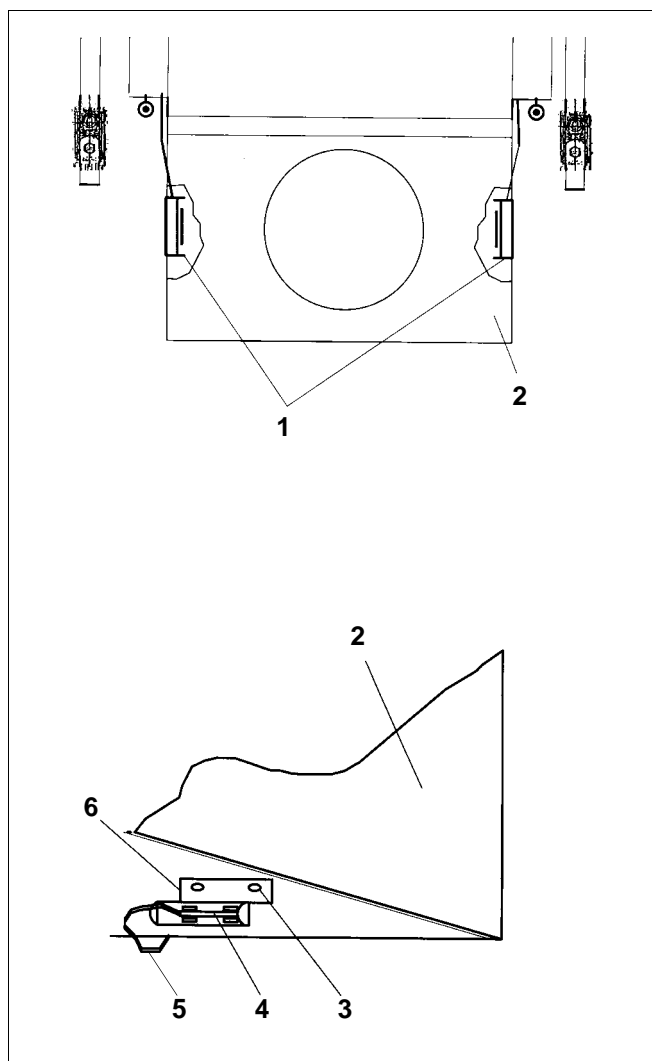

Fig. 69 Contrôle anti-débordement
- Fixer à l'extérieur avec les vis jointes (fig. 69, **pos. 3**) les deux fixations „sonde de fumées“ (fig. 69, **pos. 1**) à gauche et à droite sur la face intérieure du coupe-tirage (fig. 69, **pos. 2**) dans les trous prévu à cet effet.
- Faire passer le câble de la sonde de fumées (fig. 69, **pos. 5**) par le chemin de câble vers la fixation.